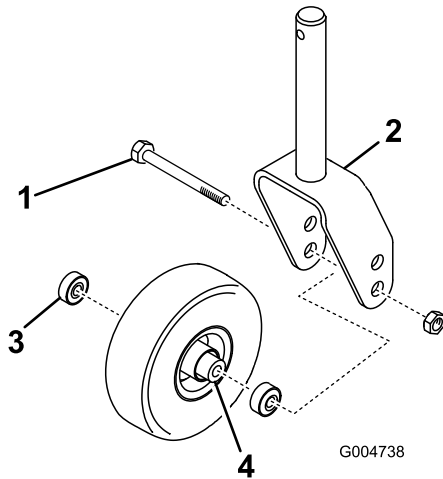

Figura 24
1. Retire a porca de bloqueio do parafuso que fixa o conjunto da roda, no respetivo suporte (Figura 24).
3. Retire o rolamento do cubo da roda e deixe cair o espaçador do rolamento para fora (Figura 24).